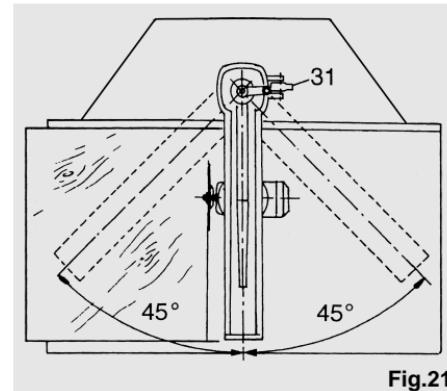

Fig.21
- Wie in Abb.21 gezeigt den Arm auf 0° stellen und die Drehung durch Einschub des Hebels (31) in die entsprechende Aussparung blockieren.
- Ein Brett gegen die Anschlageiste legen und über die gesamte Länge des Wagenlaufes sägen. Überprüfen, ob der Schnitt rechtwinklig ist (siehe Abb.21).